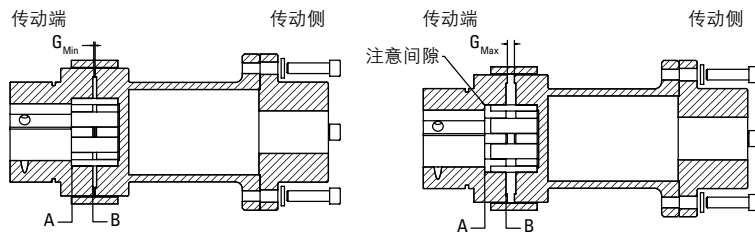

图 2. 正确的轴与轮毂啮合
1. Timken Quick-Flex 单端间隔联轴器应使用传动轴上的法兰轮毂以及从动轴上带弹性体的联轴器轮毂来定位（图 2）。
5. 安装联轴器轮毂。安装之后，轴端应该与“A”表面平齐，如图 2 所示。轴伸过“A”亦可接受，只要不超过齿便可，如“B”所示。